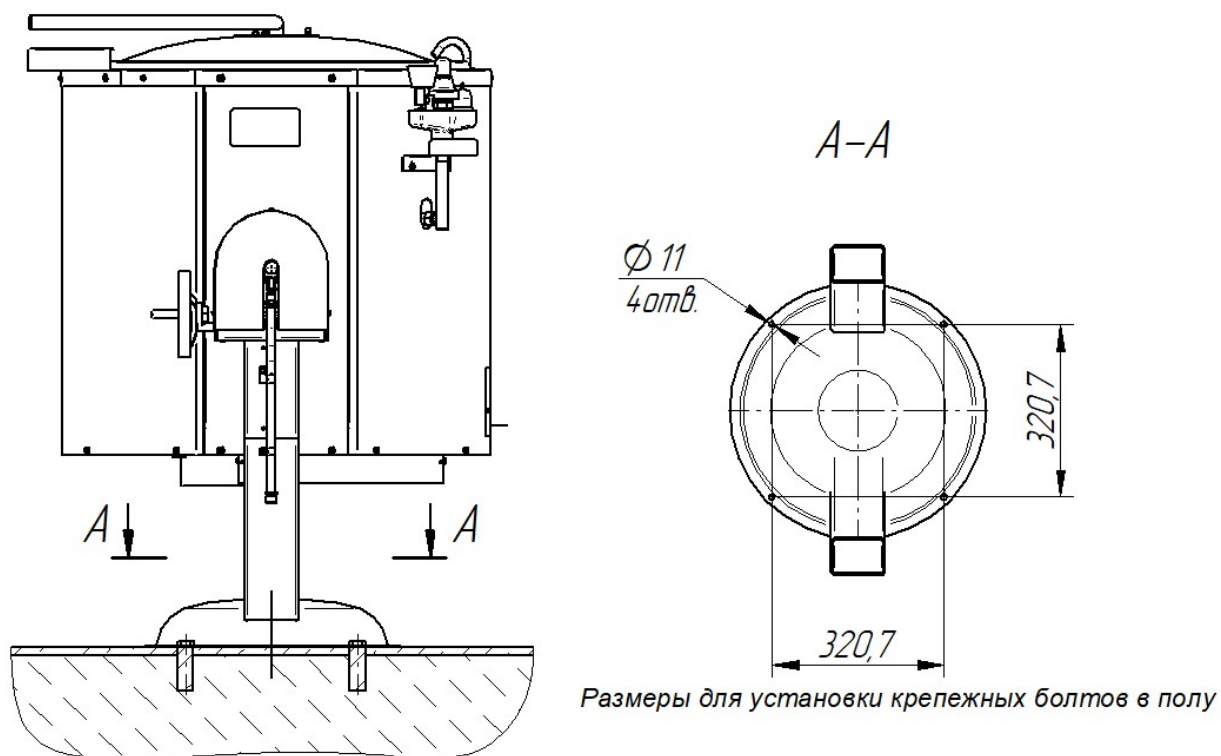

Рис. 2. Крепление котла к полу
- просверлить отверстие под крепеж для фиксации котла (см. рис. 2). При установке котла на бетонный пол рекомендуется использовать анкерные болты М10х100. Установить крепеж в пол;
- открыть кран наливной воронки (рис. 2 поз. 6)
- открыть кран уровня (рис. 2 поз. 2).;
- установить переключатель включения котла в положение «1» (рис. 2 поз. 11). Визуально проконтролировать загорание светосигнальной арматуры «Сухой ход» (рис. 2 поз. 13.);
- установить переключатель в положение «0» (рис. 2 поз. 11);